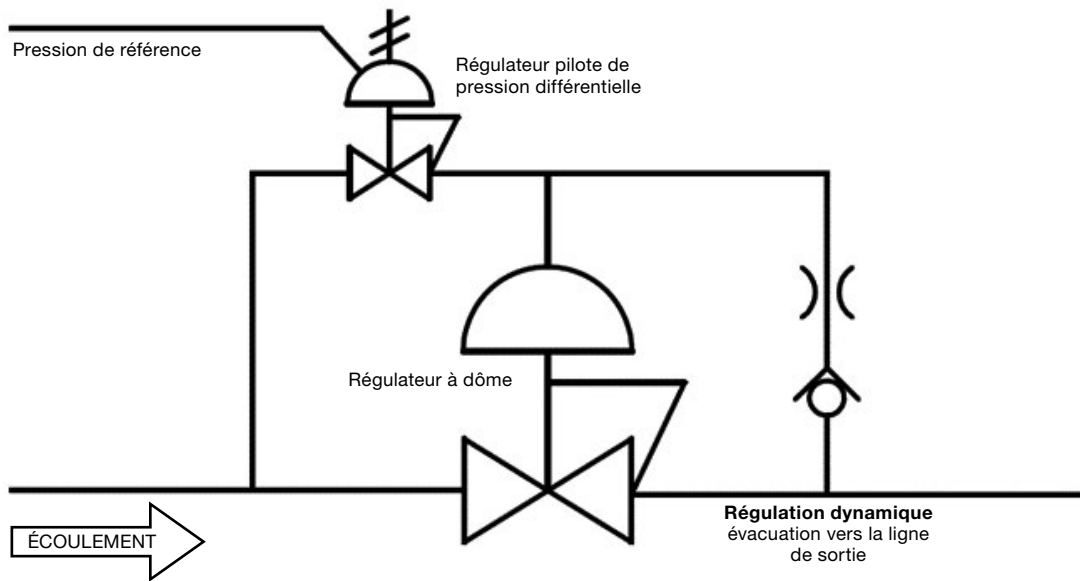

Figure 4
- **Contrôle par régulateur pilote de pression différentielle.** Dans cette configuration, une ligne de pression de référence peut être raccordée au régulateur pilote intégré (cf. Figure 4). Le régulateur pilote peut ensuite être réglé pour fixer un différentiel de pression. La pression de consigne du régulateur principal sera alors égale à la somme de la pression de référence et du différentiel de pression.